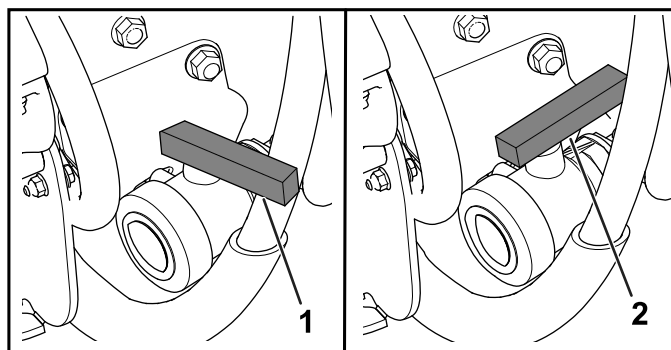

Figura 77
3. Deschideți robinetul pentru a elimina toate materialele neutilizate din rezervor (Figura 77).
4. Închideți robinetul de evacuare (Figura 77).